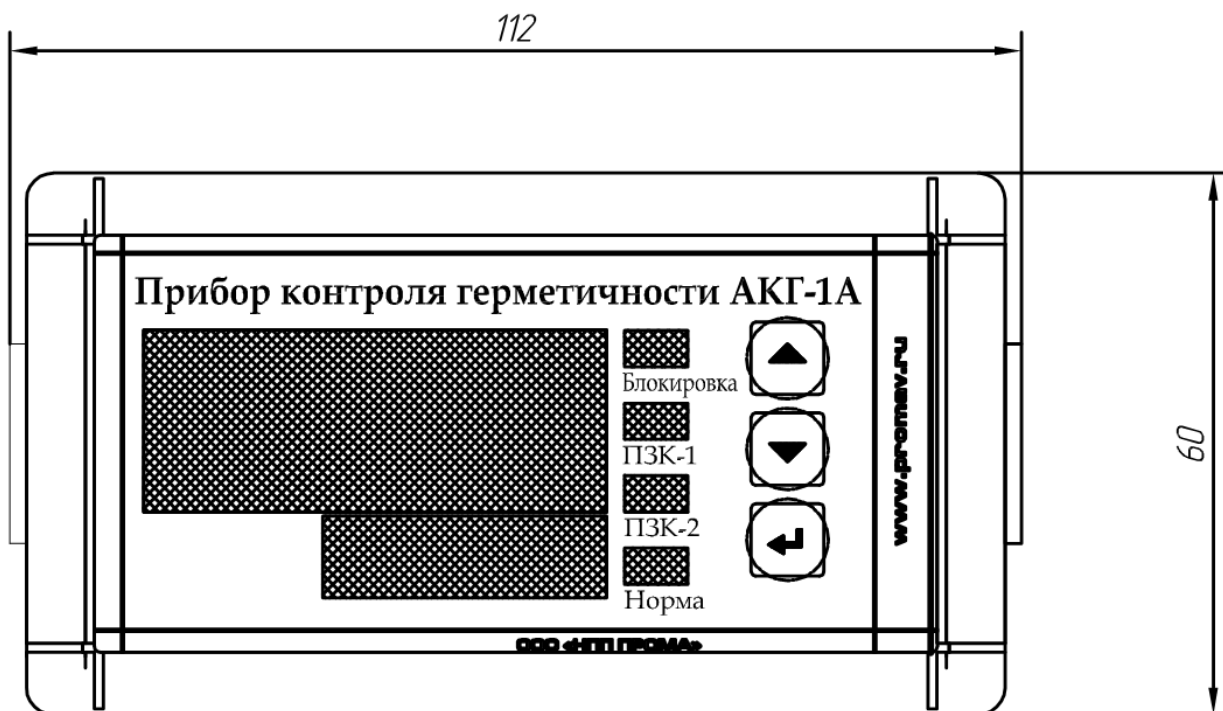

Рис.2 Лицевая панель
4.2.1. Прибор выполнен в пластиковом корпусе щитового исполнения. Общий вид прибора показан на Рис.2
На лицевой панели (Рис.2) расположены: